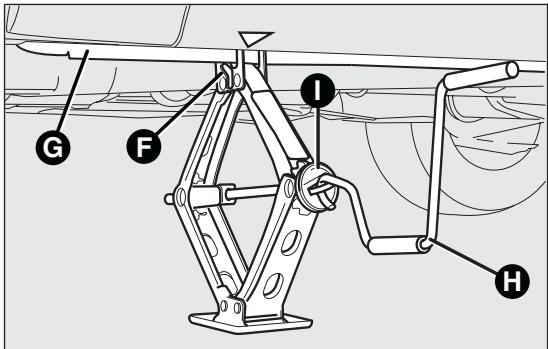

Abb. 99
- Die Kurbel ansetzen und bewegen, damit der Wagenheber teilweise geöffnet wird Abb. 99;
- Sicherstellen, dass der Nut F Abb. 99 des Wagenhebers gut die Rippe G Abb. 99 des Längsholms aufnimmt;
- Die Handkurbel H Abb. 99 des Wagenhebers in die Vorrichtung I Abb. 99 einführen und das Fahrzeug hochkurbeln, bis es einige Zentimeter über dem Boden steht. Beim Drehen der Kurbel darauf achten, dass dies ungehindert und ohne Gefahren von Abschürfungen an der Hand durch Berührungen mit dem Boden erfolgen kann. Auch die sich bewegenden Teile des Wagenhebers (Schraube und Gelenke) können Verletzungen verursachen. Reinigen Sie sich sorgfältig, wenn Sie mit dem Schmierfett in Kontakt gekommen sind;